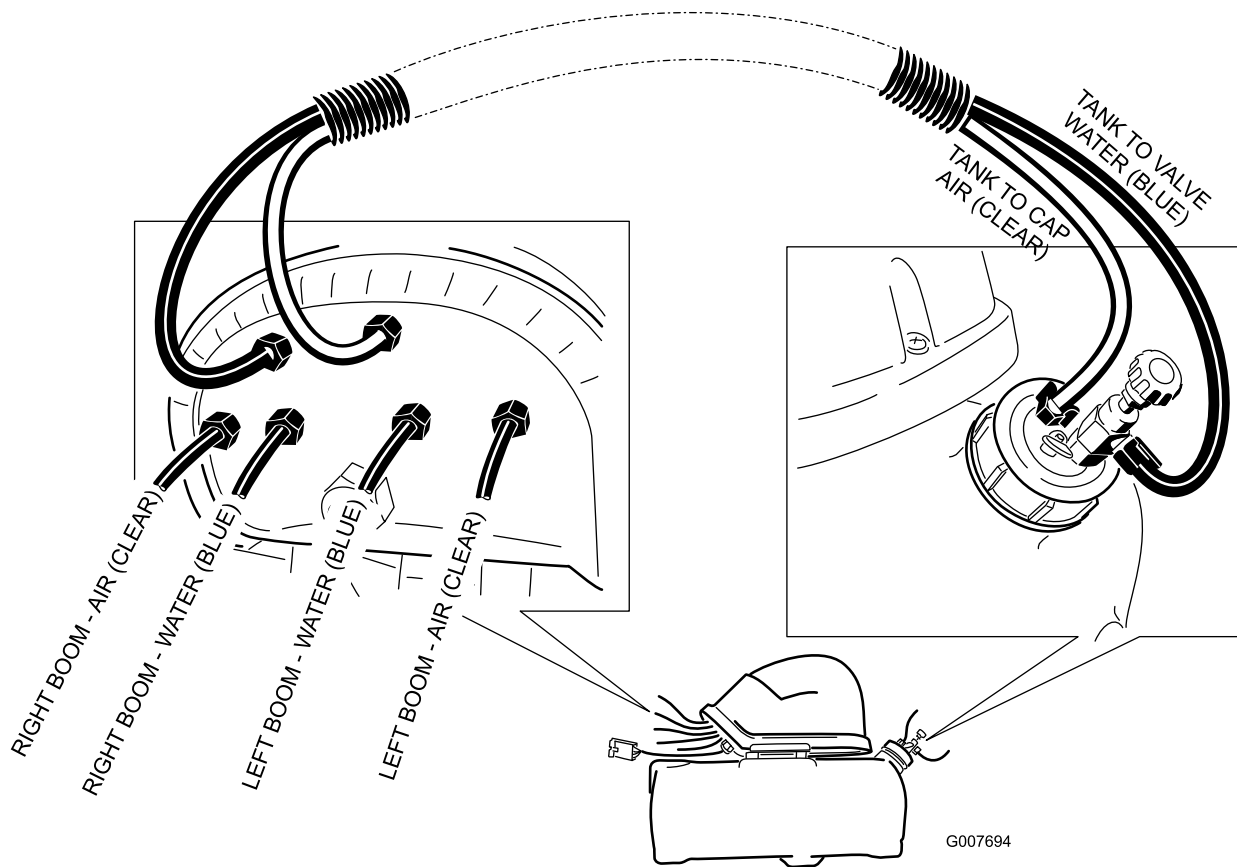

図 16
7. ホースが最終的に図 16 のように配置されていることを確認する。